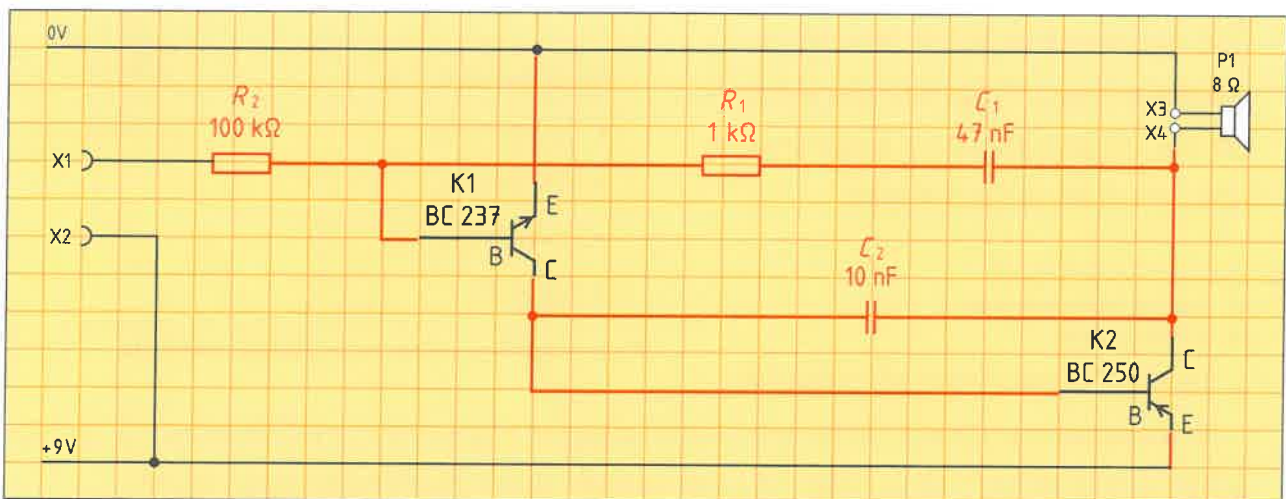

Bild 2: Stromlaufplan eines elektronischen Durchgangsprüfers
7. Einfache elektronische Schaltungen können auch mithilfe von Streifenrasterplatten (Bild 3), welche waagerechte Leiterbahnen haben, aufgebaut werden. Um Leiterbahnen untereinander zu verbinden, sind senkrechte Drahtbrücken notwendig. Der Bestückungsplan der Streifenrasterplatte des elektronischen Durchgangsprüfers nach Bild 2 ist fehlerhaft. Es fehlen zwei Drahtbrücken. Ergänzen Sie die Bezeichnungen für die Transistoranschlüsse an K1 und K2 und zeichnen Sie dann die fehlenden Drahtbrücken ein.